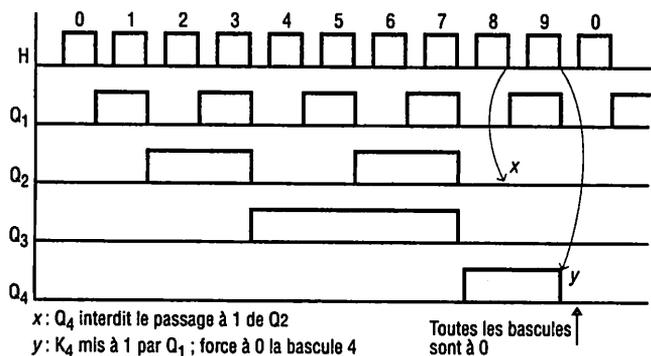

Fig. 19 : Chronogramme de la décade synchrone DCB.
4.4. Fonctionnement de la décade (fig. 19)
7. Quelle différence faites-vous entre les impulsions d'horloge de la figure 15 et celles de la figure 19 ?